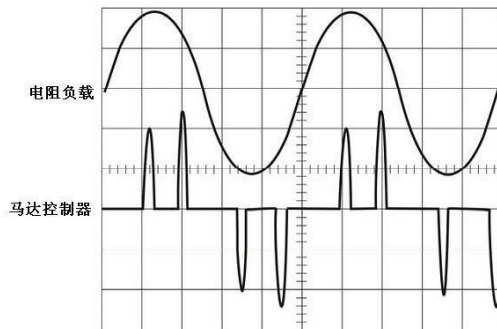

图3 典型的电流波形比较
5. 适当的调整测试钳的档位和示波器的 Timebase 以获得清楚稳定的波形信号。要同时看到 AC 和 DC 电流，把示波器的输入连结拨到 DC；当输入连结拨到 AC 时，只会显示 AC 电流。连接不同的量测机器所显示出来的电流会有所不同。虽然 RMS 电流只能适用在低频率电流波，但是瞬时峰值也可能是相当高的。图 3 显示用电阻负载所绘制出的电流图和马达控制器所绘制出来的区别。